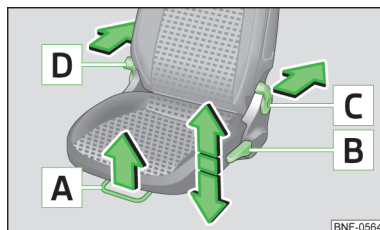

Fig. 45
Elementos de mando en el asiento del conductor » fig. 45
► Tire de la palanca **A** » fig. 45 en la dirección de la flecha y deslice el asiento en la dirección deseada.
► Tire de nuevo de la palanca **B** » fig. 45 en el sentido de una de las flechas y presione.
- Tire de la palanca **C** en la dirección de la flecha » fig. 45 y ajusta el respaldo con la espalda en la inclinación adecuada.
- Tire la palanca **C** o **D** » fig. 45 y pliegue el respaldo.